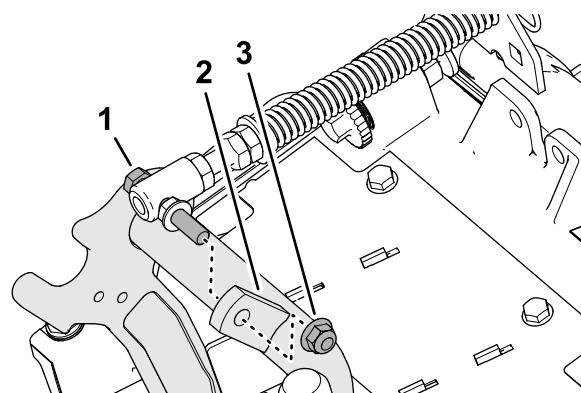

Figura 8
3. Îndepărtați contrapiulia cu guler ($\frac{3}{8}$ ") care fixează dopul filetat al arcului de compensare pentru gazon pe umărul drept al cadrului de susinere i îndepărtați arcul de compensare de pe unitatea de tăiere (Figura 8).